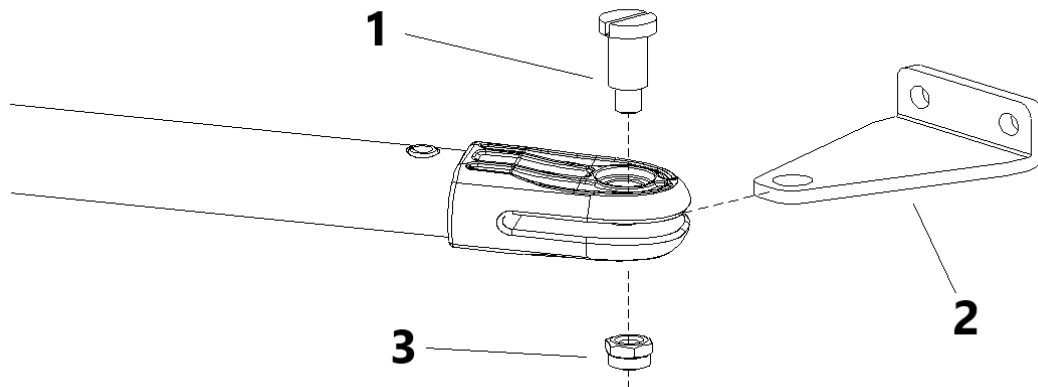

Figure 9
E) Comme indiqué sur la figure 9 ci-dessous, fixez le support mural au mur à l'emplacement indiqué. Fixez ensuite l'appareil principal au support mural à l'aide de vis et d'écrous. (Veuillez utiliser un niveau à bulle pour vérifier l'horizontalité de l'installation.)